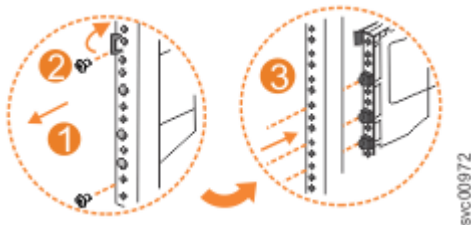

Abbildung 132. Schienenbaugruppe von vorderer Rahmenhalterung entfernen
1. Entfernen Sie die beiden Schrauben, mit denen der äußere Teil der Schiene an der vorderen Halterung angebracht ist (siehe Abbildung 132 auf Seite 120).
2. Entfernen Sie den Schienenteil, indem Sie ihn von der vorderen Halterung weg ziehen (siehe Abbildung 132 auf Seite 120).